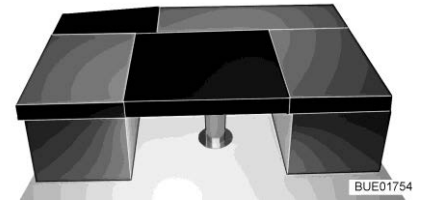

Bild 160 Efter ombyggnaden
- Lägg den rektangulära extra dynan på bordet (mellan sittbänkarnas sittyngor, se Bild 160).